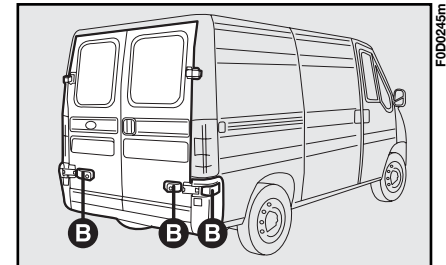

Abb. 129
- die Tür vollständig bis zum Anliegen an der Flanke öffnen, die beiden Magnetstücke **B, Abb. 129** halten bei Anliegen die Tür offen.